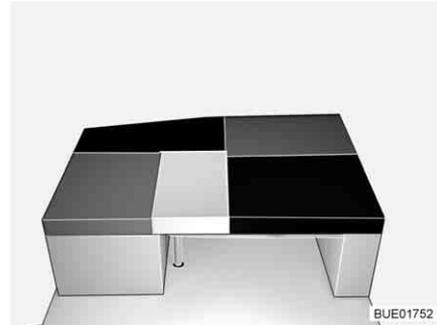

Bild 129 Nach dem Umbau
- Das Rückenpolster des Seitensitzes/der Seitensitzbank auf den Tisch legen (zwischen das Sitzpolster des Seitensitzes/der Seitensitzbank und das Zusatzpolster, siehe Bild 129).